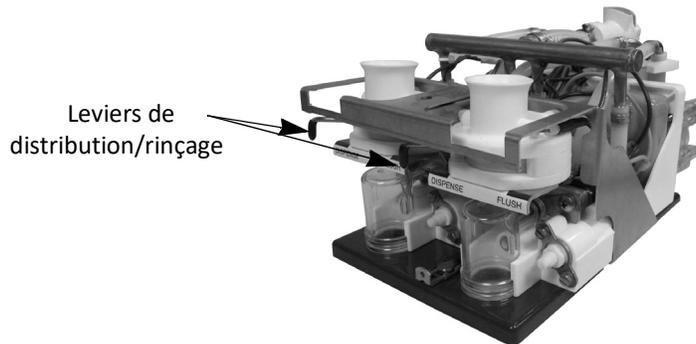

Figure 2. Site du levier de distribution/rinçage
1. Ouvrez la porte de l'armoire et déplacez la poignée de la valve de la position Distribuer à la position Rincer, voir Figure 2.